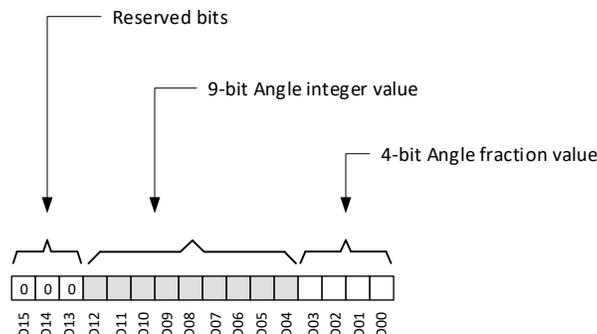

图 7-17. 角度数据定义
TMAG5273 会根据 **ANGLE\_EN** 寄存器位设置来计算相对于一对磁轴的角度。图 7-17 显示了存储在 **ANGLE\_RESULT\_MSB** 和 **ANGLE\_RESULT\_LSB** 寄存器中的角度信息。位 D04 至 D12 存储 0 至 360 度的角度整数。位 D00 至 D03 位存储角度分数。3 个 MSB 位始终填充为 b000。角度可以使用方程式 14 来计算。
- $D_i$  是图 7-17 中所示的数据位。